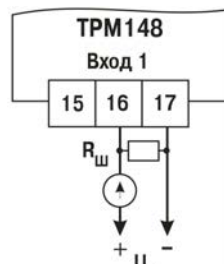

Рис. 8.3. Схема подключения датчиков
8.3.3.3.3. Для питания нормирующих преобразователей необходим дополнительный источник постоянного напряжения U_n . На рис. 8.3 для Входа 1 показаны схемы подключения датчиков с унифицированным выходным сигналом 4...20 мА к приборам по